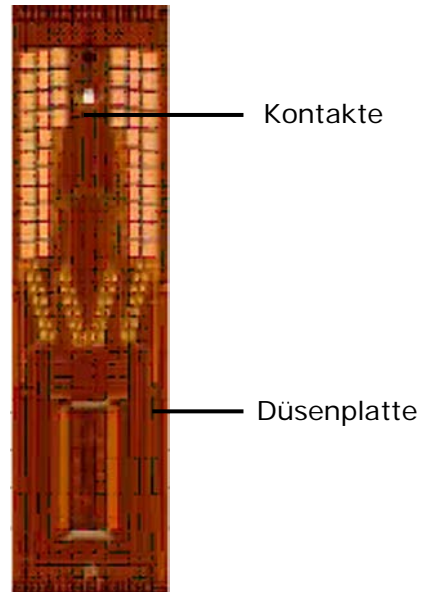

Abbildung 52: Düsenplatte und Kontakte
- Bringen Sie den Alkohol **nicht** in Kontakt mit der Düsenplatte (siehe Abbildung 52)!